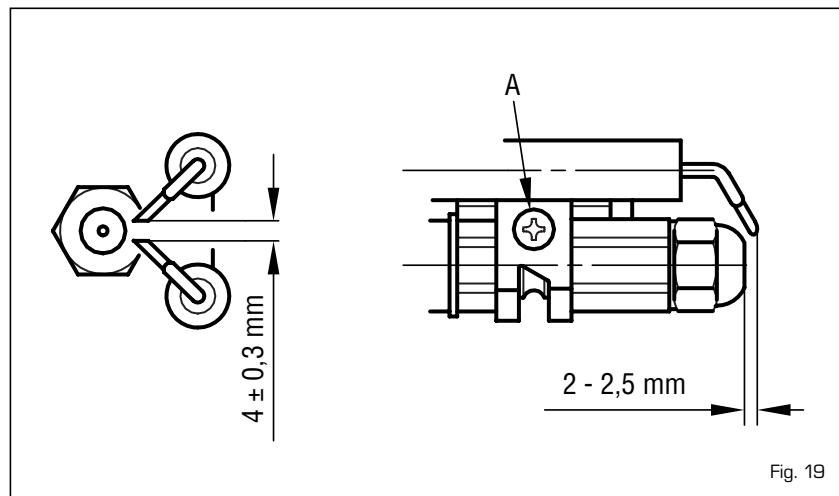

Fig. 19
4.5.2 Limpieza cabezal de combustión (fig. 19)
Para efectuar la limpieza del cabezal de combustión proceder como sigue a continuación (fig. 19):
- Aflojar los tornillos (A fig. 19) del soporte de electrodos y quitelo.